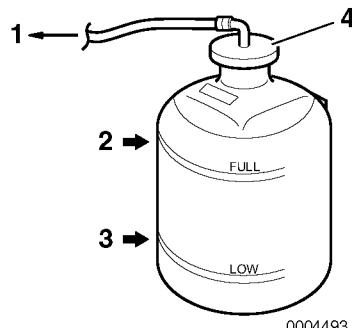

Figura 12
6. Compruebe el nivel de refrigerante en la reserva. El nivel debe encontrarse en la marca FULL (**Figura 12, (2)**).
7. Retire la tapa de la reserva (**Figura 12, (4)**) para añadir refrigerante si es necesario. No añada agua.
9. Compruebe el manguera de goma (**Figura 12, (1)**) que conecta la reserva con el tanque de refrigerante / intercambiador de calor. Cámbielo si está dañado.